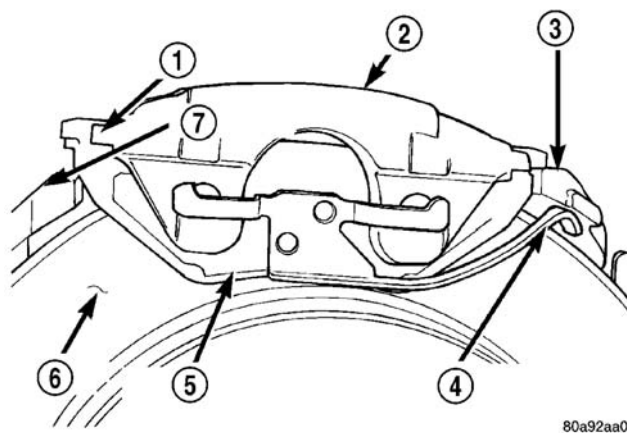

图 14 制动钳的拆卸与安装
(11) 使用下列程序从适配器上卸下后制动钳。首先从适配器上向上转动制动钳的前部。然后将制动钳的后部和外制动蹄片防振夹子从适配器的后支座下拉出 (图 14)。
(3) 将驱动轴装入轮毂 / 轴承中与后动力传动系模块的输出轴上。安装驱动轴时，首先将驱动轴的外万向节滑入轮毂 / 轴承中，然后按压驱动轴的内万向节，将其安装到动力传动系模块的输出轴上。
(4) 在轮毂 / 轴承上安装制动盘。
(5) 按照和拆卸相反的顺序小心地将制动钳和制动蹄片降至制动盘上，并安装到制动钳适配器上 (图 14)。